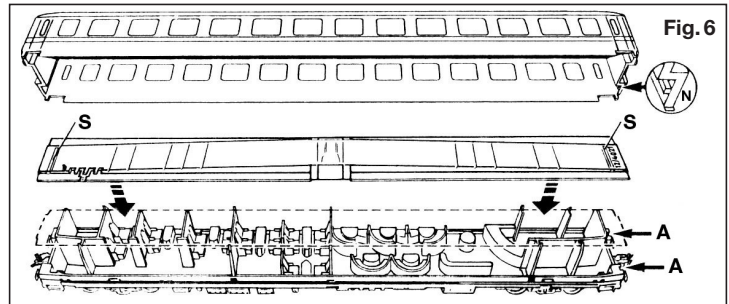

Fig. 6
6. Lichtleiter so auf die Inneneinrichtung legen, dass sich die Ziffern (z. B. „12/4021“) auf der Seite des Wagens mit den Aussparungen A befinden (Fig. 6). Die Stege S sichern den Lichtleiter auf der Inneneinrichtung gegen Verschieben in Längsrichtung.
**Achtung:** Die Nase N (der kleine Vorsprung in einer der Stirnseiten des Wagenkastens) muss sich auf der Seite der Aussparungen A befinden (Fig. 6).
6. Lay the optical fibre onto the internal works in such a way that the digits (for ex. „12/4021“) are on the side of the carriage with the recesses **A** (Fig. 6). The bars **S** secure the optical fibre on the internal works against being moved longitudinally.
**Attention:** The step **N** must be located at the side of recess **A** (Fig. 6).
6. Placez la platine sur la garniture intérieure de façon à ce que le marquage (par ex. „12/4021“) se situe du côté de la voiture où se trouvent les évidements **A** (Fig. 6). Les éléments **S** évitent le déplacement longitudinal de la platine sur la garniture intérieure.
**Attention:** La partie en saillie **N** doit se trouver du côté des évidements **A** (Fig. 6).